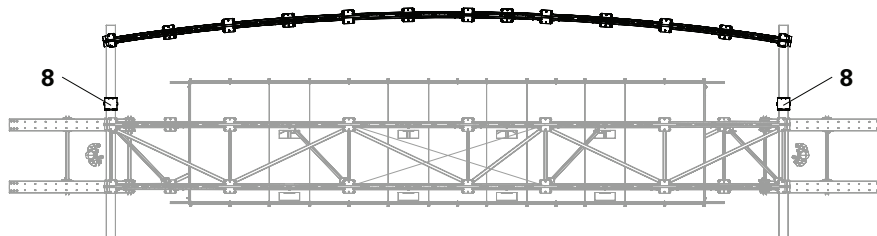

Fig. C6.01
2. Assicurarsi che l'inflessione della stilata di travi reticolari sia rivolta verso l'esterno. (Fig. C6.01)